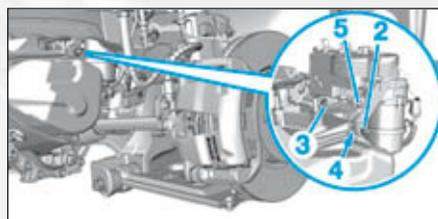

FIG.17
- les écrous (2) et (3) (Fig.17),
- la vis de fixation (4) du carter de 5°,
- l'écrou (5).